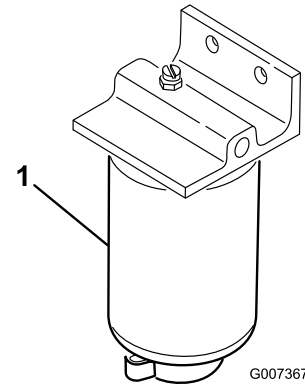

Bild 54
1. Stellen Sie einen sauberen Behälter unter den Kraftstofffilter (Bild 54).